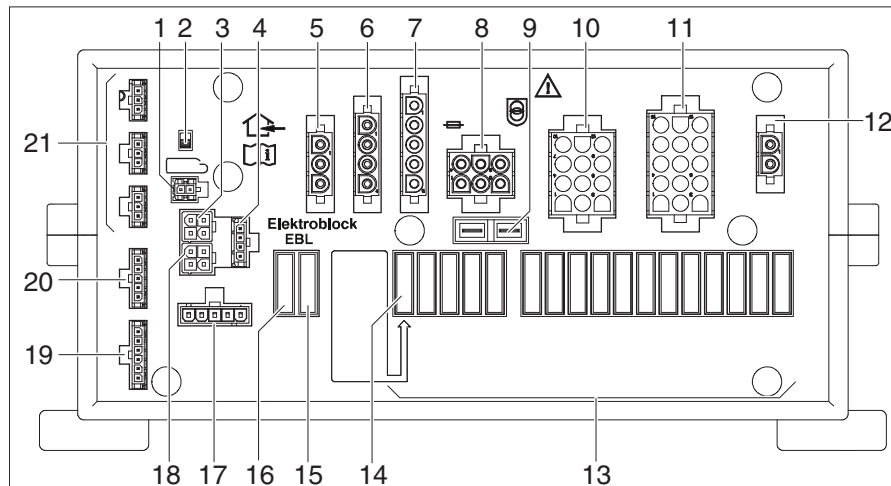

Fig. 257 Bloque eléctrico (EBL 402/403)
El electrobloque EBL 402/403 (Fig. 257) se encuentra en el garaje trasero en el lado derecho.
- ▷ El separador de batería (Fig. 257,2) desconecta todos los consumidores conectados al bloque eléctrico de la red de 12 V.
- Encender y apagar tres veces seguidas el separador de batería (Fig. 257,2).